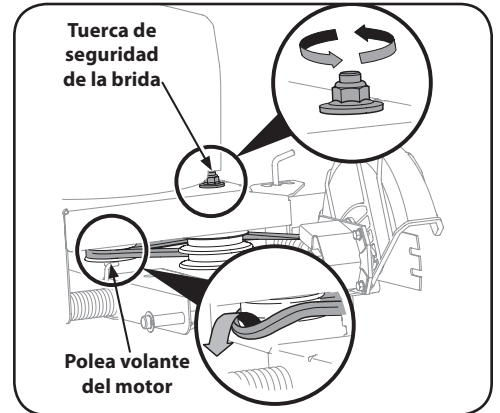

Figura 4-4
NOTA: Para ayudar a armar nuevamente, observe la orientación de la correa de transmisión sobre las dos poleas locas y la polea volante del motor antes de realizar los siguientes pasos. Vea la Figura 4-4.
1. Trabajando delante de la bordeadora, afloje la tuerca de seguridad con brida que está sobre el bastidor, permitiendo que el conjunto de la polea loca gire levemente fuera del bastidor. Vea la Figura 4-4.
2. Con la otra mano, alcance cuidadosamente debajo de la parte posterior de la unidad y extraiga la correa de alrededor de la polea volante del motor. Vea la Figura 4-4.